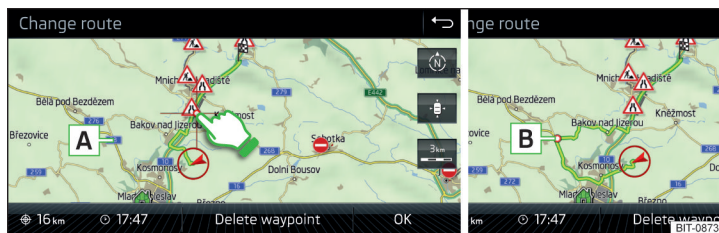

Fig. 233 Cambio de ruta en el mapa / Punto de paso de la ruta
- Tocando la pantalla en el área de ruta y desplazar el cruce sobre el lugar deseado en el mapa (p.ej. **A** » fig. 233).
El punto de paso **B** es insertado en la ruta » fig. 233.